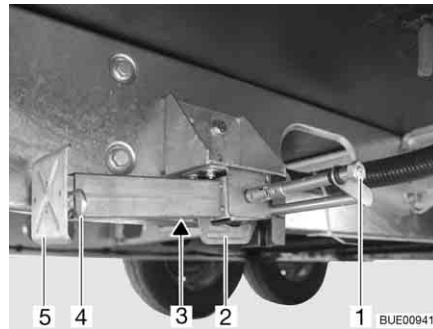

Fig. 50 Piedino di stazionamento
- Inserire la chiave a tubo nell'esagonale (Fig. 50,1) e ruotare fino a quando il piedino di stazionamento non si trova in posizione verticale verso il basso.
- Se la lunghezza del piedino di stazionamento è regolabile, sfilare la copiglia (Fig. 50,4) dal piede del prolungamento (Fig. 50,5).
- Inserire la chiave a tubo nell'esagonale (Fig. 50,1) e ruotare fino a quando il piedino di stazionamento non si stacca dal terreno.
- Spingere completamente all'interno il prolungamento dell'estremità del piedino (Fig. 50,5) e inserire la copiglia (Fig. 50,4) nel foro apposito.
- Girare sull'esagonale (Fig. 50,1), finché il piedino di stazionamento è orientato verso l'alto e la guida (Fig. 50,2) si trova proprio alla fine della scanalatura (Fig. 50,3).